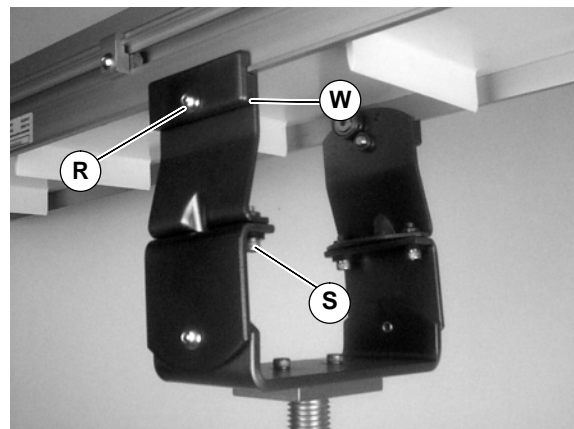

Figure 23
- Den Zubehör-Bausatz (W siehe Abbildung 23) auf dem Förderband installieren. Die Trägerschrauben (R) festziehen: Die M8-Schrauben mit 9 Nm festziehen.